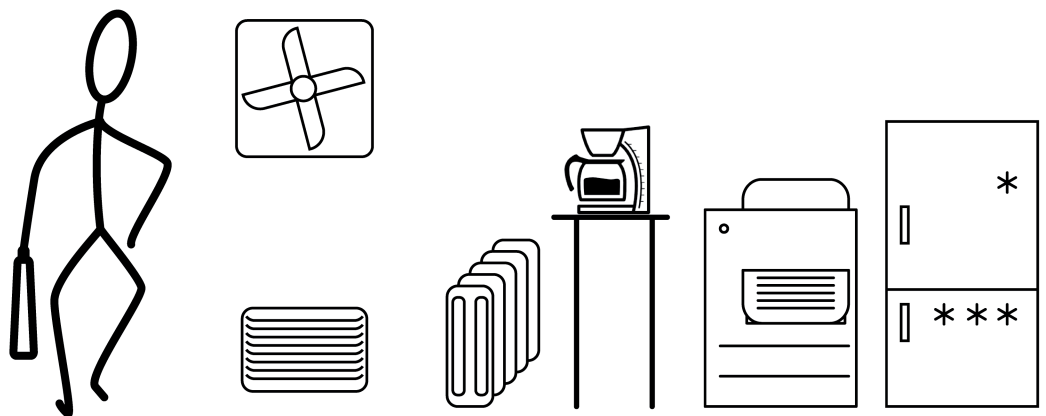

Figura 6: Fonti di calore negli edifici
- fonti di calore quali caloriferi, sbocchi di aperture di ventilazione o di climatizzatori, fotocopiatrici, stampanti, macchinette del caffè, ecc.(figura 6)